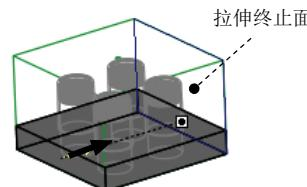

图 25.22 拉伸终止面
(3) 定义深度类型。在操控板中选取深度类型 \pm ，选择图 25.22 所示的平面为拉伸终止正面。
(4) 在“拉伸”操控板中单击 \checkmark 按钮，完成特征的创建。